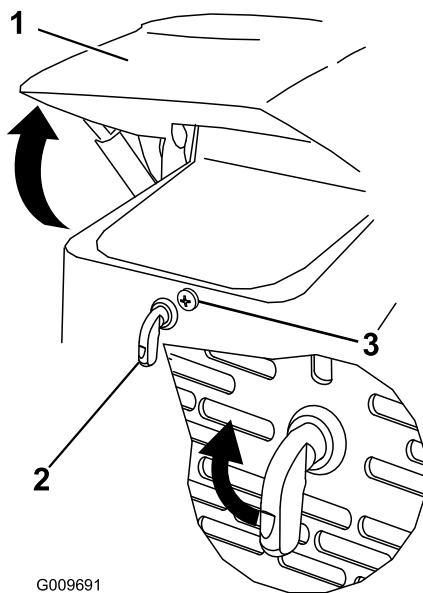

Figura 27
1. Allentate la vite di bloccaggio del cofano (Figura 27)
3. Serrate la vite di bloccaggio del cofano per fissare il dispositivo di chiusura (Figura 27).
2. Girate il fermo del cofano in senso orario (Figura 27).
3. Ruotate il cofano verso l'alto (Figura 27).